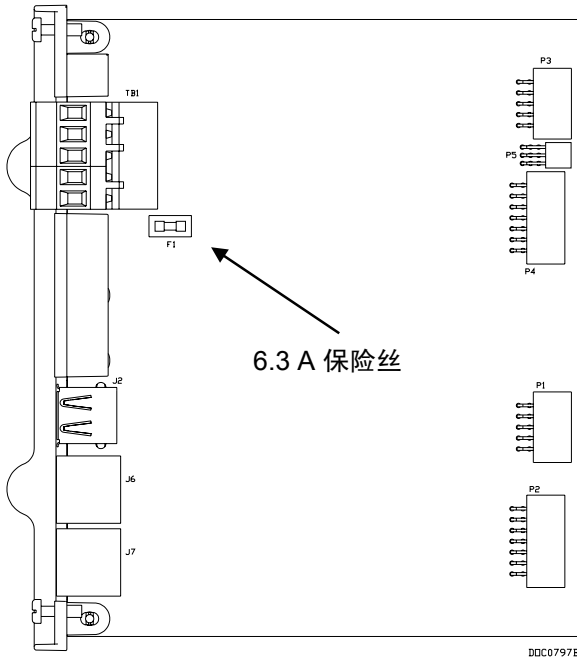

图 12. CPU 6.3 A 保险丝
如果服务器不工作且 POWER - LED 不亮但您又确信已通电时，可能需要更换 CPU 模块上的 6.3 A 保险丝（请参阅图 12）。
7. 检查保险丝（请参阅图 12）并在必要时用 MSB 6.3A SB (Slo-Blo) 保险丝更换。